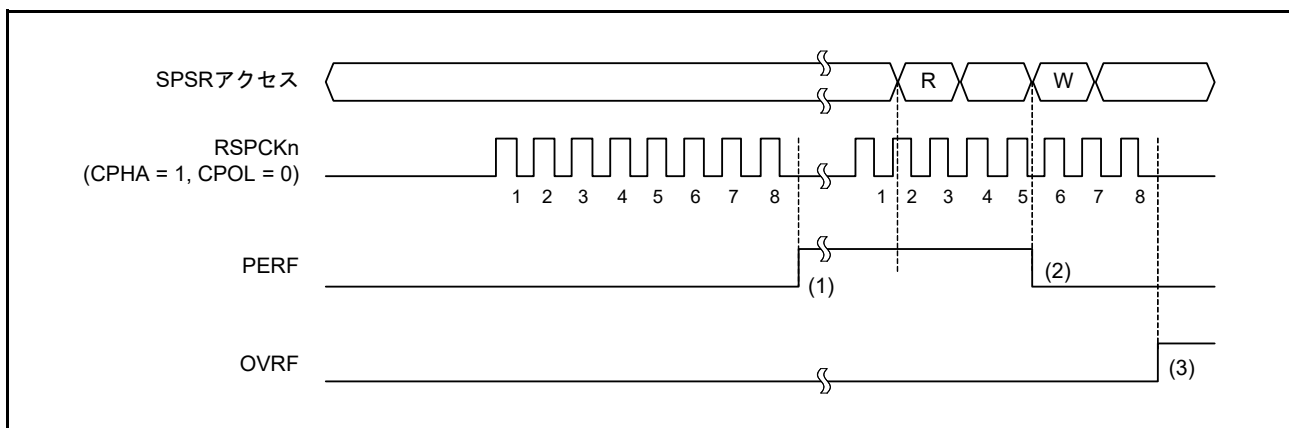

図 32.35 PERF フラグの動作例
図 32.35 に、OVRF フラグと PERF フラグの動作例を示します。図 32.35 に記載した SPSR アクセスでは、W は書き込みサイクル、R は読み出しサイクルを示しています。この例では、SPCR.TXMD ビットが 0 かつ SPCR2.SPPE ビットが 1 の状態で全二重同期式シリアル通信を行います。SPCMDm.CPHA ビットが 1、SPCMDm.CPOL ビットが 0 の設定で、SPI が 8 ビットのシリアル転送を実行しています。RSPCKn 波形の下に記載した数字は、RSPCK サイクル数 (例：転送ビット数) を示しています。
以下に、図 32.35 の (1) ~ (3) に示したタイミングでのフラグの動作内容を説明します。
- (1) SPI がオーバーランエラーを検出せず、シリアル転送が終了すると、SPI はシフトレジスタのデータを受信バッファにコピーします。このとき、SPI が受信データをチェックし、パリティエラーを検出すると PERF フラグを 1 にします。SPI0 のマスタモードの場合、SPI は SPCMDm レジスタに対するポインタの値を SPSR.SPECM[2:0] ビットにコピーします。
- (2) PERF フラグが 1 の状態で SPSR レジスタを読んだ後、PERF フラグに 0 を書くと、PERF フラグは 0 になります。
- (3) SPI がオーバーランエラーを検出し、シリアル転送が終了すると、シフトレジスタのデータを受信バッファにコピーしません。このとき、SPI はパリティエラーを検出しません。